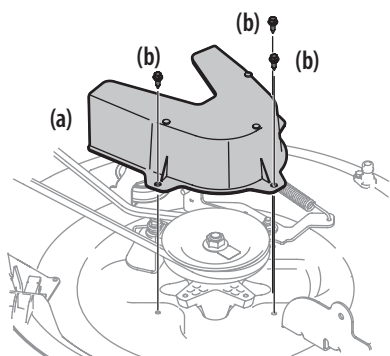
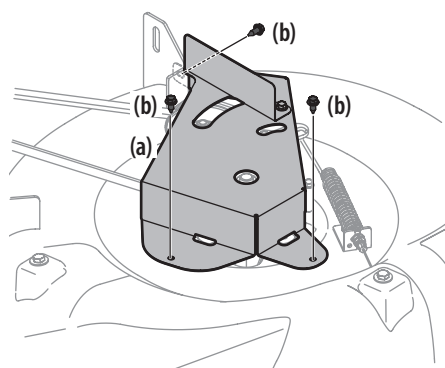

Figure 34
Figure 35
5. Enlevez le couvre-courroie (a) en retirant les trois boulons hex. (b) qui le retiennent. Voir la Figure 34 pour plateau de coupe de 30" et Figure 35 pour plateau de coupe de 24".